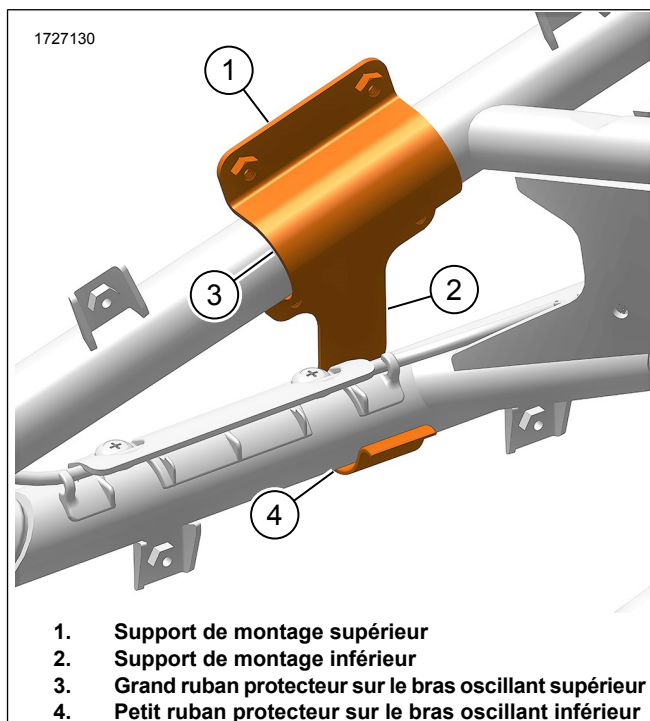

Figure 2. Supports de montage
- a. Voir la Figure 2. Positionnez les supports de montage supérieurs et inférieurs (1, 2) sur le bras oscillant. Assurez-vous que les supports se chevauchent correctement.